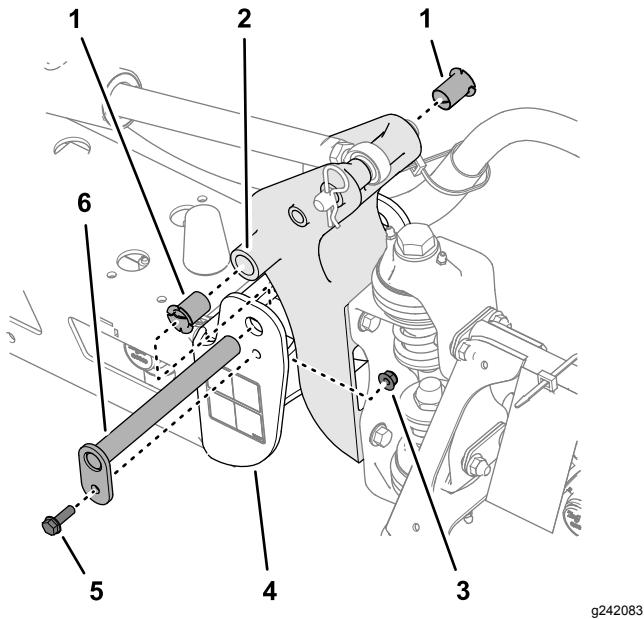

Figura 105
3. Retire el perno y la tuerca que sujetan el pasador de giro y retire el pasador (Figura 105).
5. Retire los casquillos de nailon desde delante y desde detrás del soporte de giro e inspecciónelos (Figura 105).
6. Lubrique los casquillos de nailon con una cantidad pequeña de aceite e instálelos en el soporte de giro (Figura 105).
7. Alinee los taladros del soporte de giro con los los taladros del canal final (Figura 105).